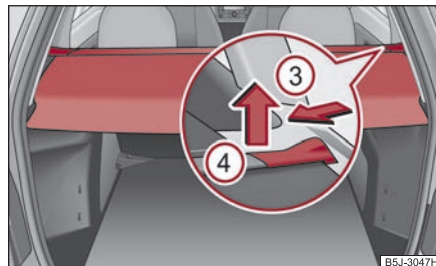

Abb. 80 Gepäckraum: Herausnehmen der aufrollbaren Gepäckraumabdeckung
- Zur Beförderung von sperrigem Gepäck lässt sich die aufrollbare Gepäckraumabdeckung ausbauen, indem Sie den Schieber von der Seite in Richtung des Pfeils ③ drücken und die Abdeckung in Richtung des Pfeils ④ herausnehmen ⇒ Seite 72, Abb. 80.